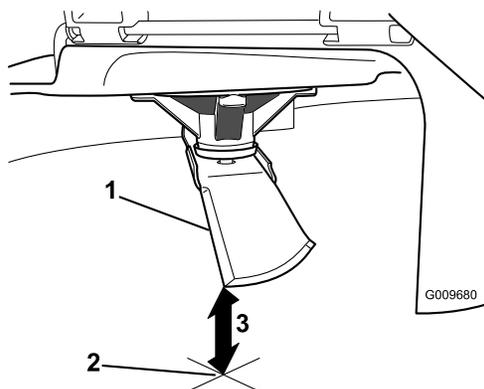

Figure 65
5. Mesurez la distance entre la pointe de la lame et la surface plane (Figure 65).